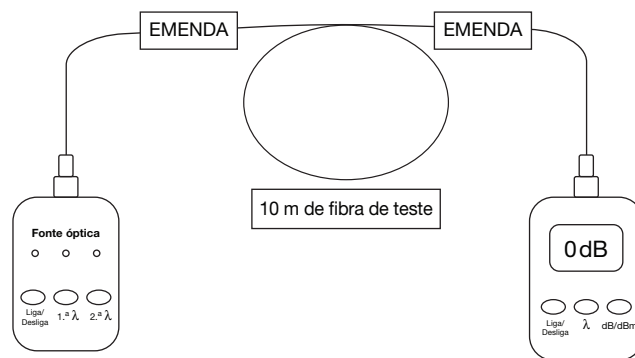

Figura 2
8. Zere o medidor de potência. Vide a Figura 2.